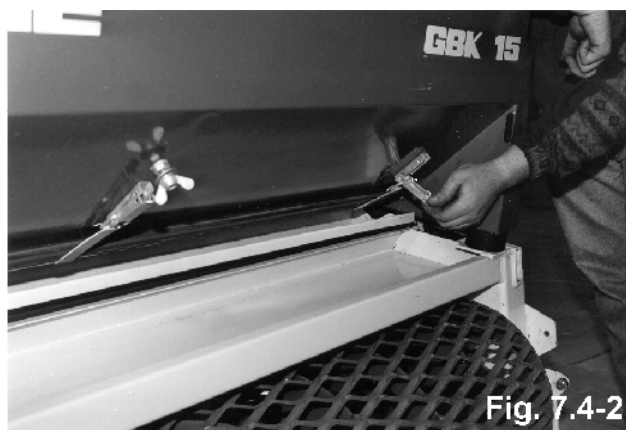
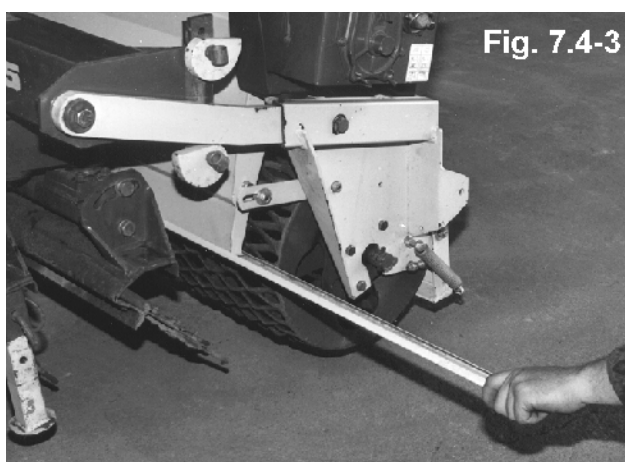

Fig. 7.4-2
Fig. 7.4-3
- Откройте крюк-скобу (рис. 7.4-2) и откиньте основание вниз. Посевной материал сыпется в жёлоб и затем в мешок при медленном вытягивании лотка из жёлоба (рис. 7.4-3).